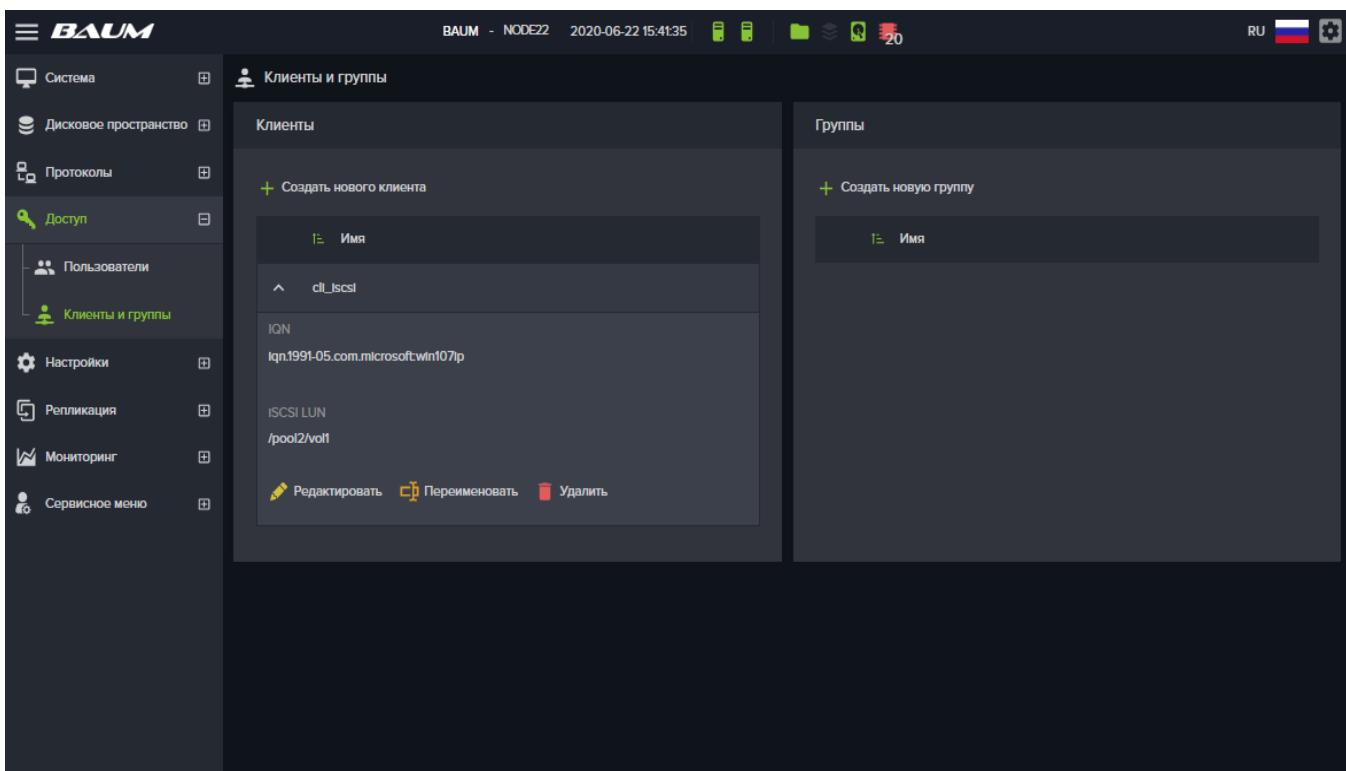

Рисунок 27. Вкладка меню «Доступ»
- Перейдите во вкладку меню «Доступ» → «Клиенты и группы» (см. Рисунок 27);